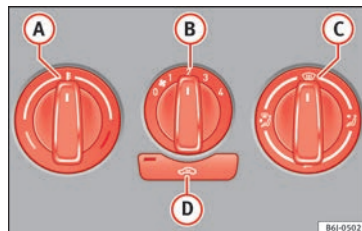

Bild 165 Uppvärmningsreglage på instrumentpanelen.
- Använd vridreglagen ①, ② och ③ » bild 165 för att ställa in temperaturen, fläkthastigheten och luftriktningen.
- Tryck på knappen ④ för att slå på och av luftcirkulationsläget. När funktionen har aktiverats tänds en varningslampa på knappen.
- Tryck på knappen **(D)** » **bild 165**. Lampan i knappen tänds.
Om vredet **(C)** » **bild 165** är i upptiningsläge är cirkulationsspjället alltid öppet, och luft utifrån släpps alltid in.
- Vrid temperaturväljaren » **bild 165 (A)** moturs.
- Vrid temperaturväljaren » **bild 165 (A)** medurs för att välja önskad temperatur.
- Vrid temperaturväljaren » **bild 165 (A)** medurs för att nå maxtemperatur.
- Vrid temperaturväljaren » bild 165 ① till uppvärmningsområdet.
- Vrid blåsarens brytare ② till någon av huvudinställningarna 2-3.
- Stäng munstyckena ③.
- Öppna och vrid munstyckena ④ mot sidofönstren